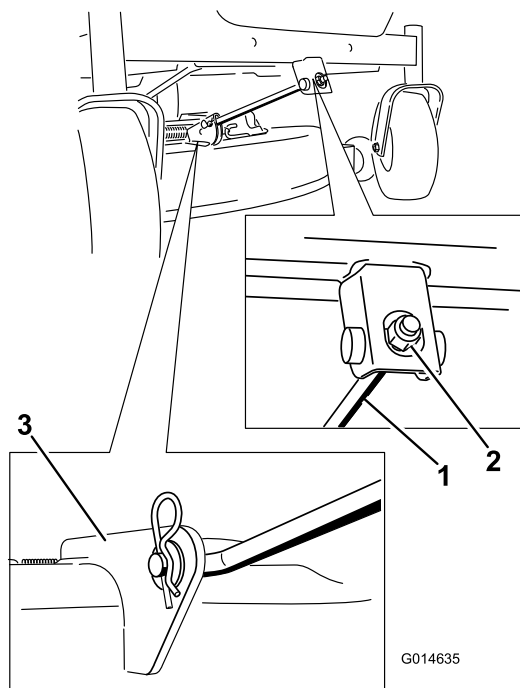

Figure 73
- Retirez la goupille fendue de la tige de support avant et déposez la tige du support de plateau (Figure 73).